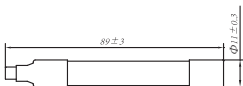
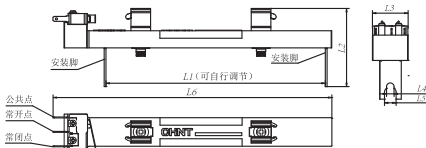

图1 RX-1500 信号熔断体
图2 RX系列信号熔断器底座
6 外形与安装尺寸见图1、图2及表2 (单位: mm)
7.2.2 适配不同型号熔断体的信号熔断器的底座两安装脚之间的距离L1见图2和表3，L1可通过平移安装脚或对其旋转180度进行调节，调节好后，安装脚紧固螺钉必须拧紧。